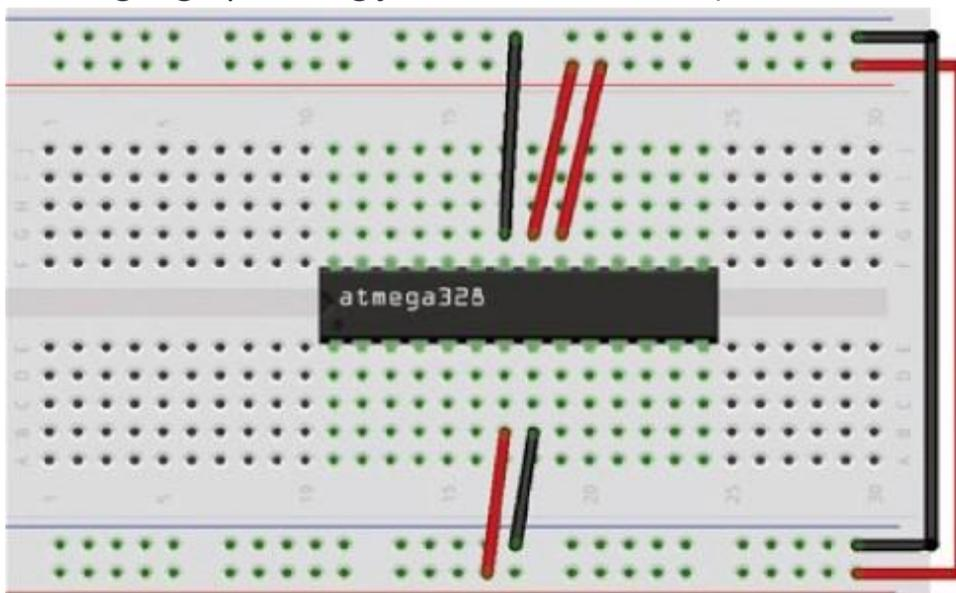

Abbildung 25-7: Die Stromleisten anschließen
2. Schließen Sie die Pins 7, 20 und 21 an die nahe gelegenste positive Versorgungsspannung des Steckbretts an und die Pins 8 und 23 an Masse. Mit Jumperkabeln verbinden Sie die Leisten für Masse und Versorgungsspannung jeweils miteinander (siehe Abbildung 25-7).